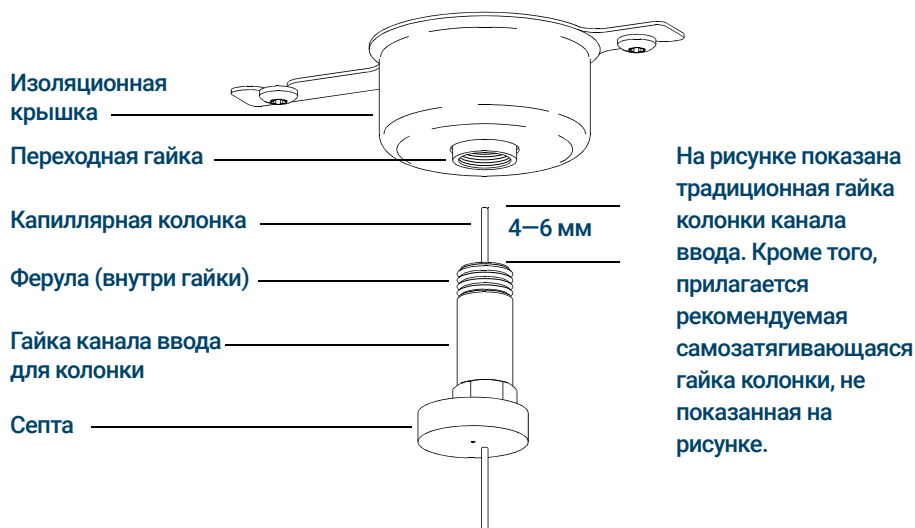

Рис. 4. Установка капиллярной колонки в канал ввода с/без делением потока
- 7 Установите колонку так, чтобы ее конец выступал над торцом ферулы на 4–6 мм. (См. **Рис. 4.**)